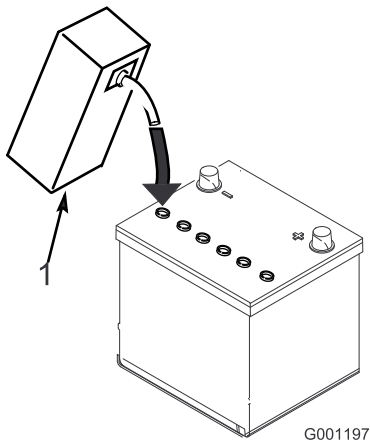

Figura 7
3. Llene cuidadosamente cada celda con electrolito hasta que las placas estén cubiertas de aproximadamente 6 mm de fluido (Figura 7).
- Espera aproximadamente 20–30 minutos para que el electrolito penetre en las placas. Rellene según sea necesario para que el electrolito llegue a una distancia de aproximadamente 6 mm del fondo del hueco de llenado (Figura 7).